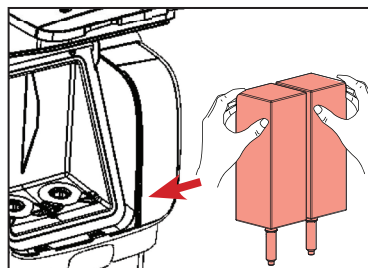

Fig.5
4. Curățați orificiul dozatorului cu o perie și interiorul compartimentului frigorific cu o lavetă curată și umedă și uscați cu o lavetă curată sau cu prosop de hârtie (Vezi Fig.4). Apoi înlocuiți pachetele de produse (vezi Fig.5).